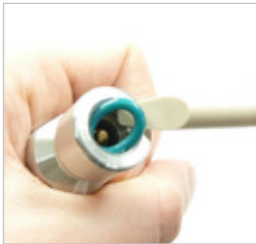

Figure 2
- ▶ Maintenez le joint frontal (pos. 7) avec l'outil de montage WEH® réf. E34-82427 et retirez-le de la gorge (Figure 2).